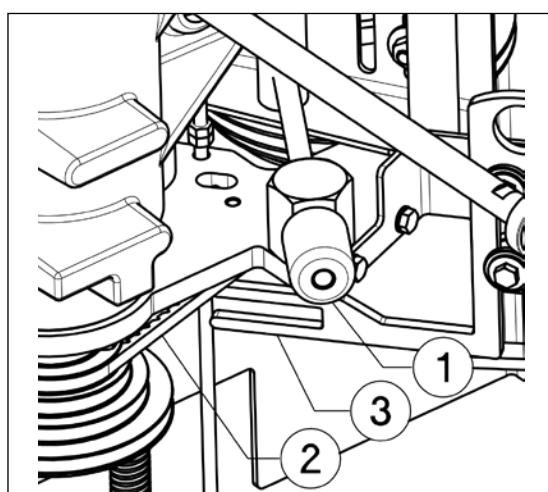
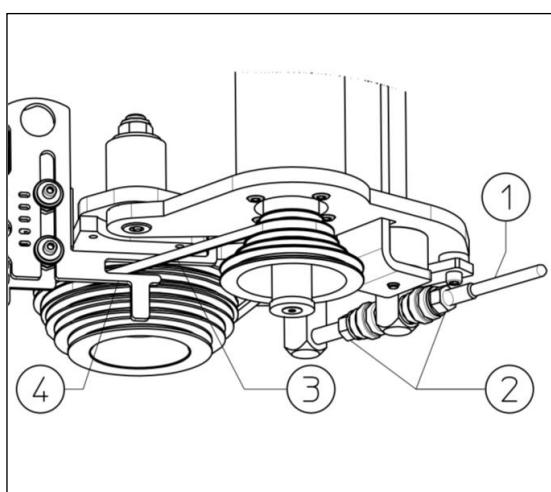

Fig.29
Fig.30
Bij de T110i freesmachines lost men de aandrijfriem door de hendel (fig.30,1) weg te duwen en zodanig de riem te ontspannen. Bij de T120 freesmachines lost men de aandrijfriem door aan de draaiknop (fig.29,1) te draaien en zodanig de riem te ontspannen.
De riem kan nu indien nodig vervangen en/of verlegd worden. Het juiste toerental kiezen door de riem (fig.29,2/fig.30,3) in de desbetreffende groeven te plaatsen (zie sticker in machine). Daarna de vork (fig.29,3/fig.30,4) op de juiste positie zetten en nazien dat de positie overeen komt met de indicatie van het toerental in de deur, de riem moet door deze vork lopen zonder te slepen.
Bij de T110i freesmachines de hendel (fig.30,1) terug in de uitgangspositie trekken om de juiste spanning te bekomen. Bij de T120 freesmachines aan de draaiknop (fig.29,1) draaien om de juiste spanning te bekomen.
Als men na een tijdje met de machine te hebben gewerkt, en na het proefdraaien met de riem een vermindering van de spanning bemerkt, dan moet men bij de T110i freesmachines de 2 moeren (fig.30,2) bijstellen om een normale spanning van de riem te bekomen. Bij de T120 freesmachine spant men de riem meer aan door aan de draaiknop (fig.29,1) te draaien.
2. Bovendien is er een eindeloopschakelaar op de vork (fig.29) die de maximale snelheid van 3000 T/min bij het pennenslaan controleert.
In het geval geen bescherming (topkap en bogenfrees) op de tafel staat, dus voor het pennenslaan, is het absoluut noodzakelijk de riem in de gleuf te plaatsen die overeenstemt met de snelheid van 3000 T/min, en de hendel (fig.29,2) op "3000 T/min" te plaatsen om de machine op te kunnen starten. Als de topkap- of de bogenfreesbescherming op de tafel zijn gemonteerd, heeft men de keuze tussen 5 snelheden.